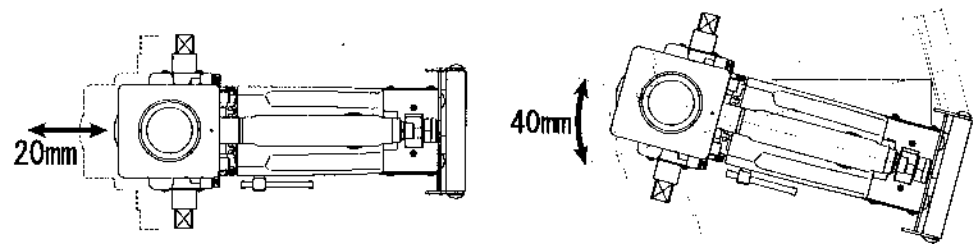

図 11
- (2)本体上部はフリーの状態では左右に40mm、前後に20mmスライドします。(図11)